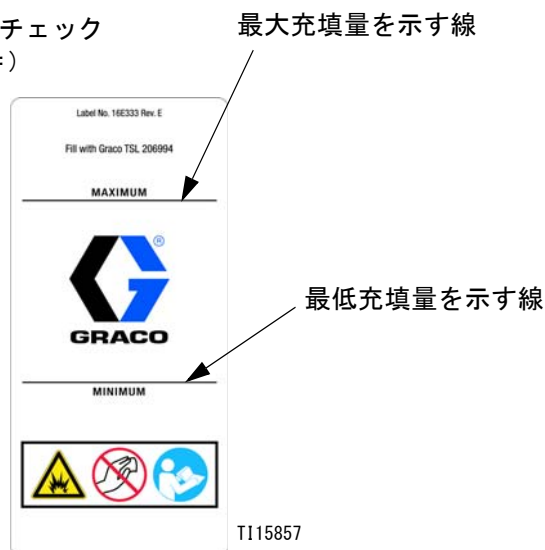

図 1. TSL リザーバの断面図、充填量を示す線
3. インレットチェックバルブ (48c ｷ) のスクリーン (Z) を掃除します。チェックバルブの密閉が機能せず、汚染された TSL がウエットカップに入り込んでいる場合、チェックバルブ (48c、48d) を交換します。図 1 を参照してください。
5. カラー (50)、ネジ (51)、キャップ (49)、および マニホールドとボトルアセンブリ (48) を取り外します。
**注：**TSL ボトルのチェックバルブを交換するには、チェックバルブ修理キット 24F404 を注文してください。キット部品は記号、たとえば (48b\*) でマークされています。ボトルのみを交換する場合は、ボトル修理キット 24F405 を注文してください。キット部品は記号、たとえば (48e\*) でマークされています。このキットには 5 つのボトルと 5 つのラベルが含まれています。図 1、図 4、および 図 5 を参照してください。
6. インレットマニホールド (18) を万力に固定します。
7. ウエットカップ (41) およびカートリッジ (40) を、外さずに緩めます。
8. 4 本の押さえネジ (9) およびワッシャ (8) をアウトレットマニホールド (22) から取り外します。
9. アウトレットマニホールド (22)、ボール (23)、シート (24) およびガスケット (7) を取り外します。
10. ウエットカップ (41) と 0 リング (42) を取り外します。TSL ポンプピストンシール (46)、スプリング (45)、および 0 リング (47) を取り外します。
11. スロートカートリッジ (40) を取り外します。0 リング (35)、パッキン押さえ (19、26)、パッキング (20、25)、およびスプリング (43) を取り外します。
12. 3 つのシリンダネジ (13) とロックワッシャ (14) を取り外します。アウトレットハウジング (16) を持ち上げて取り外します。
**注：**液体チューブ (3)、シリンダ (1)、およびピストンアセンブリ (17、10、11、44、12) はアウトレットハウジングとともに緩まるか、またはインレットハウジング (15) の位置に残る可能性があります。
13. チューブ (3) とシリンダ (1) を取り外します。ピストンアセンブリをシリンダから引き出します。ピストンロッド (17) の表面、およびシリンダとチューブの内面を点検します。これらの部品がどれでも擦り傷が付いているか、または損傷している場合は、交換します。
14. インレットマニホールド (18) を万力から外します。